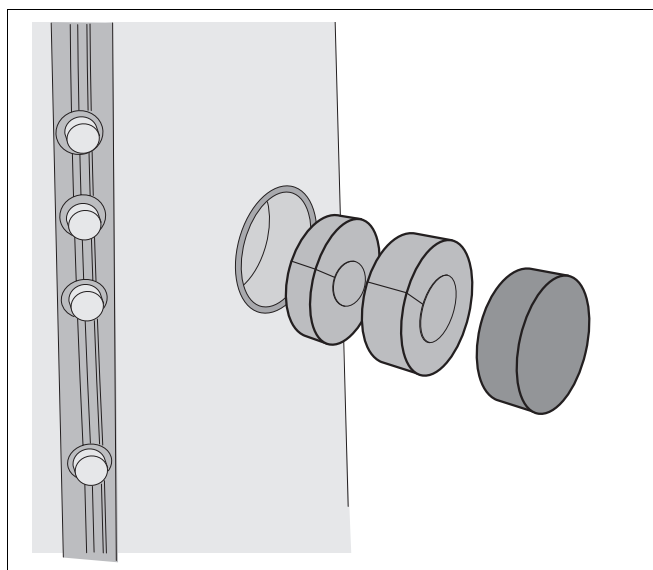

Fig. 14 Éléments isolants insérables pour le raccordement du chauffage électrique
- Insérer les éléments isolants sur la buse de raccordement EH (fig. 14) et mettre le couvercle en place.
Si vous utilisez une résistance électrique, l'ordre de montage des éléments isolants est le même que celui représenté dans la fig. 14. Dans ce cas, les bouchons isolants et le couvercle ne sont pas nécessaires.